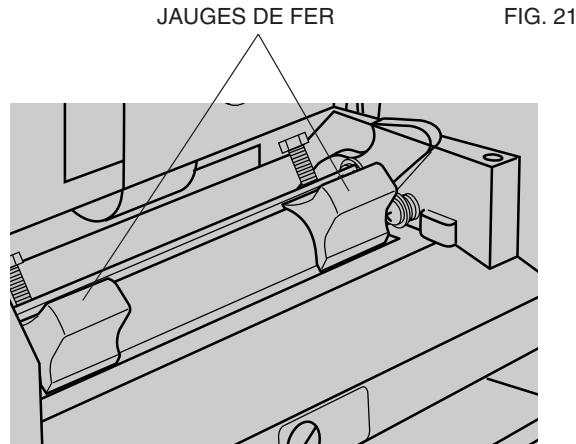
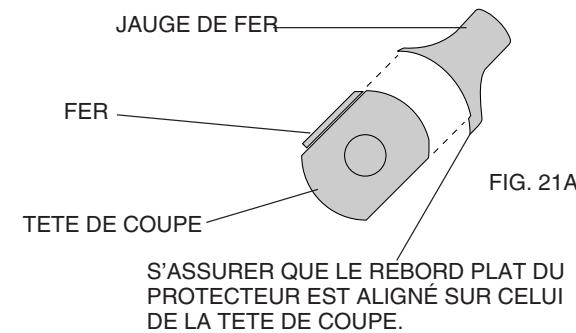

FIG. 21
FIG. 21A
3) Placer les deux jauge de fer magnétiques (qui se trouvent dans le plateau d'accessoires) sur le porte-outil (fig. 21). S'assurer que le rebord plat de la jauge repose contre le rebord plat du porte-outil (fig. 21A). On installe de la sorte le fer de façon appropriée sur le porte-outil.